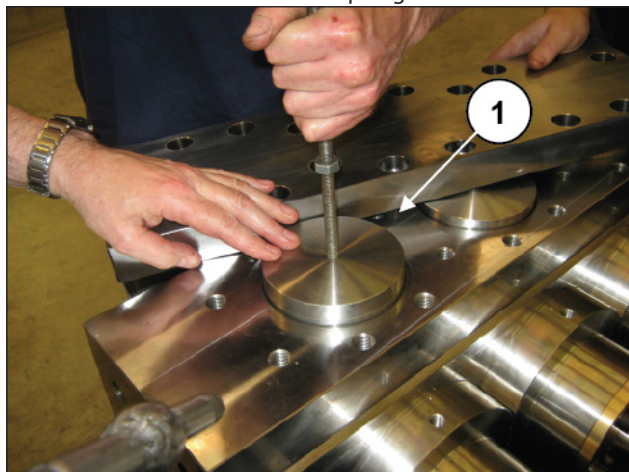
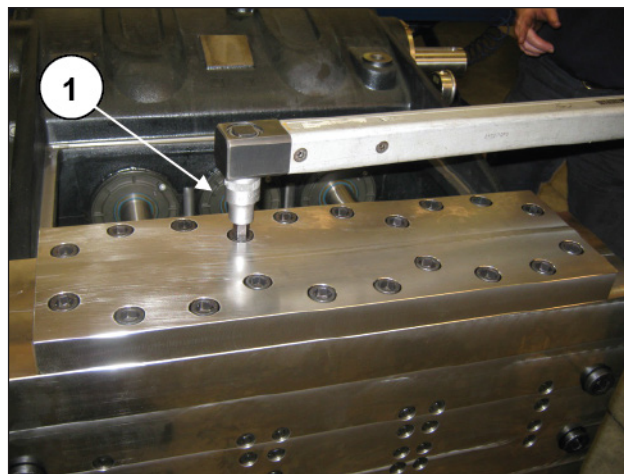

Fig. 195
Fig. 196
Inserire i tappi valvola completi di O-ring e anello antiestrusione ed applicare il coperchio valvole (pos. ①, Fig. 195) e avvitare le 24 viti M16 (pos. ①, Fig. 196).